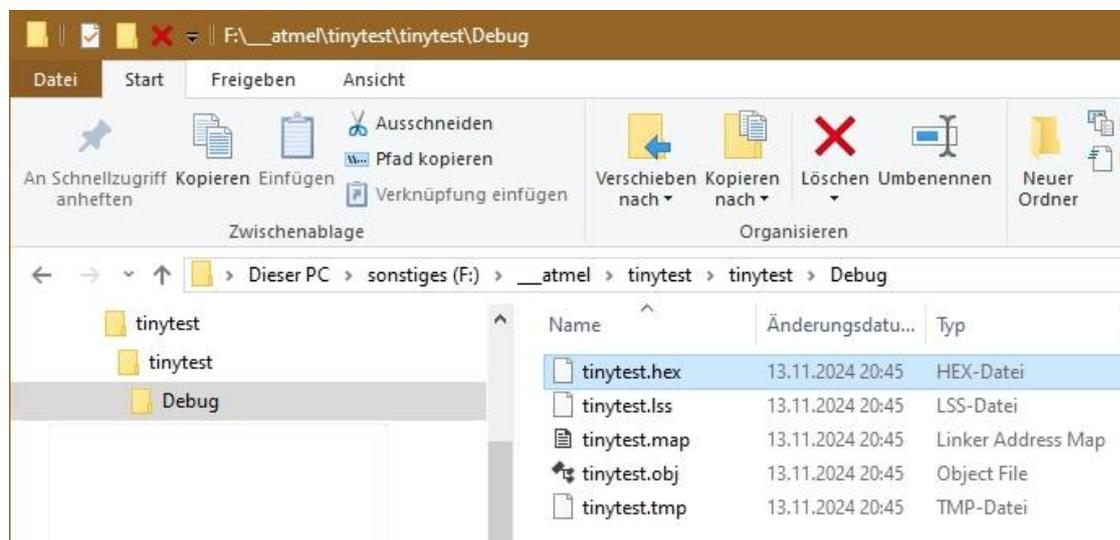

Abbildung 27: Hier befindet sich die assemblierte Datei im Intel-Hex-Format
Unsere Datei heißt **tinytest.hex** und liegt im Intel-Hex-Format vor. Das Intel-Hex-Format dient seit 1975 dazu, Daten in Files so abzulegen, dass sie gesichert auf Speicherbausteine übertragen werden können. Ein Datensatz (eine Zeile, siehe unten) besteht aus dem Startbyte (:), dem Bytezähler (02), der Zieladresse im Chip 0x0000, dem Datentyp (02), den Datenbytes (0x00 0x00) und einer Prüfsumme (FC). Die Zeile endet mit Wagenrücklauf (0x0D) und Zeilenvorschub (0x0A). Jedes Byte wird durch zwei Hexadezimalziffern im ASCII-Format codiert. Genauer kann man in diesem Wikipedia-Artikel nachlesen. Der Dateiinhalt unserer **tinytest.hex** lässt sich mit dem kostenlosen Hex-Editor HxD betrachten. In Abbildung 27 ist die erste Textzeile markiert: